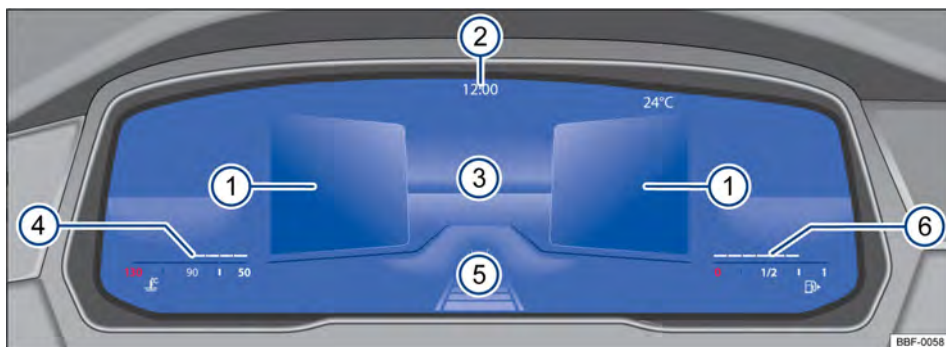

Fig. 11 Active Info Display no painel de instrumentos (variante 2).
Explicações sobre os instrumentos → Fig. 11:
A exibição principal → Fig. 11 ③ pode ser alterada pressionando o botão **View** no volante multifunções. A representação na área de indicação pode exibir as seguintes vistas:
- **Resumo:** após o encerramento da prontidão para condução: exibição de informações sobre o status do veículo nas áreas ①, por exemplo, posição do hodômetro total.